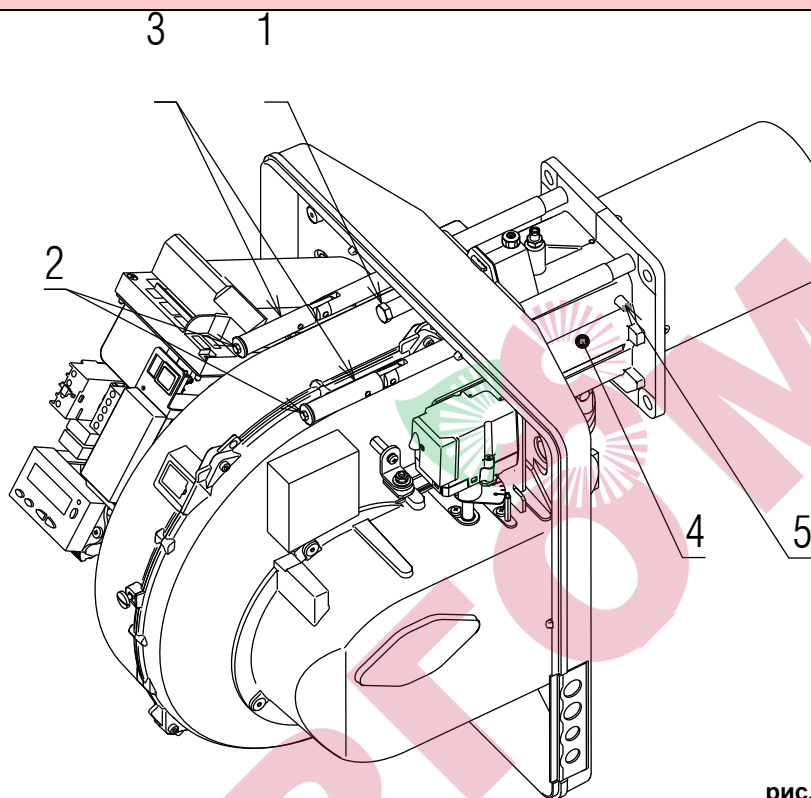

рис. 16
- вставьте кабели датчика и электрода, затем сдвиньте горелку до соединения труб - горелка в положение, показанное на рис. 16;